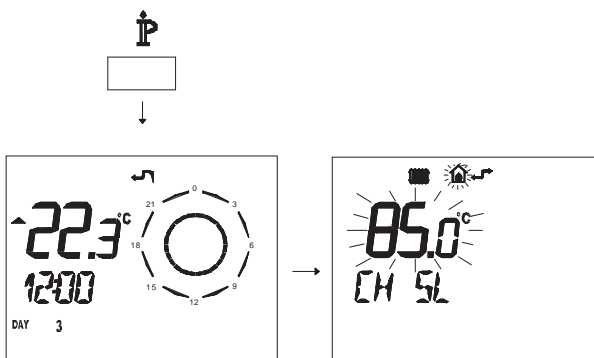

Fig. 5.74
- Premere per più di 3 secondi il pulsante \mathbb{P} para per entrare in modalità *INFO* (Fig. 5.74).